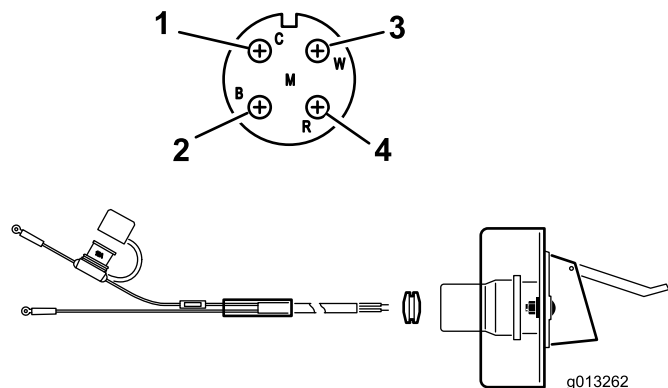

Рисунок 9
2. Проложите и закрепите электропроводку от аккумуляторной батареи к кронштейну розетки (Рисунок 9).
3. Протяните провода через кронштейн розетки; установите черную резиновую втулку поверх проводки (Рисунок 9).